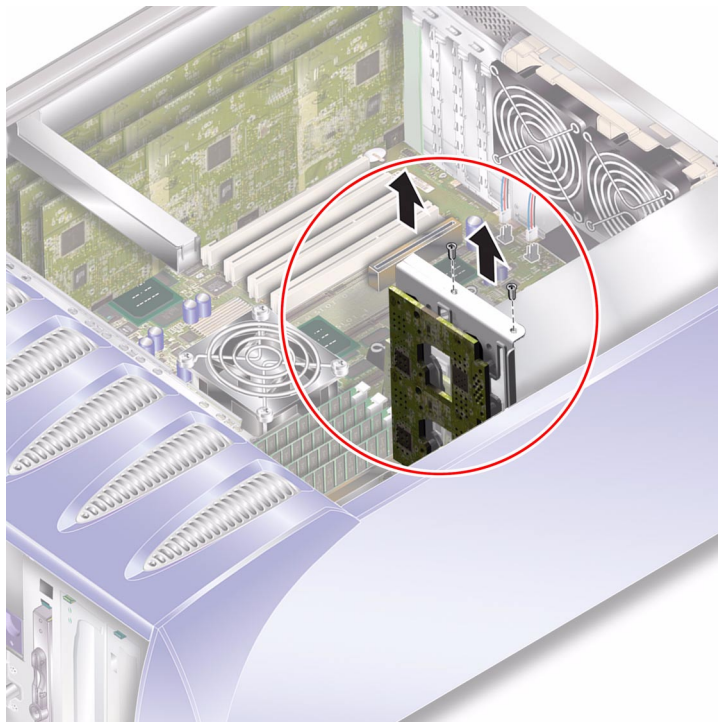

図 1-13 配電盤の取り外し
10. 配電盤および配線ハーネスを取り外します。詳細は、図 1-13 を参照してください。